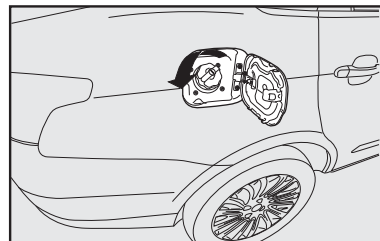

fig. 104
- Gire a tampa no sentido anti-horário; prossiga girando a tampa **fig. 104** até o seu completo desalojamento;